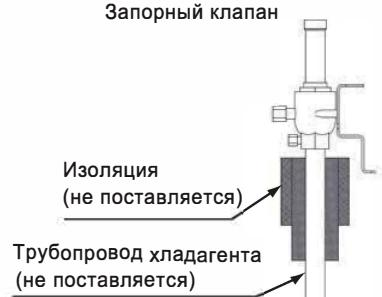

Рис. 7.2 Изоляция труб
- Изолируйте трубы хладагента, как показано на рис.7.2. После подключения трубопровода хладагента изолируйте его трубы с помощью изолирующего материала, который не идет в комплекте. Полностью изолируйте стыки и накидные гайки в местах соединения труб.